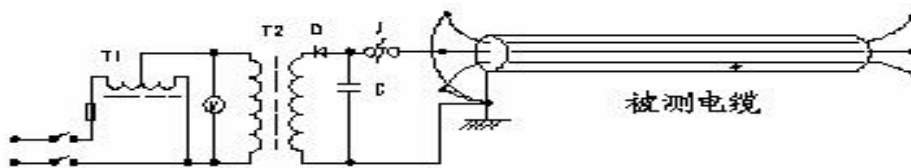

图9. 冲闪法放电接线图
(1)给被测试电缆施加冲击高压，迫使故障点有节律地放电。冲击放电接线图如图9所示。
(1) 电缆故障测试仪主机粗测故障距离后，首先要了解电缆走向，埋设时接头、余留等情况。然后用皮尺丈量出粗测故障距离，找到测试的故障点大概位置。
(2) 给故障电缆施加冲击电压，迫使故障点有节律地放电。冲击放电接线图见图 9 所示，故障点放电子否是测试与定点成功的关键。判断故障闪络放电，在一般情况下，6KV 以上电缆高压一次侧放电电流应在 10A 左右；低压电缆放电电流应在 4A 左右，可认定故障点已放电。